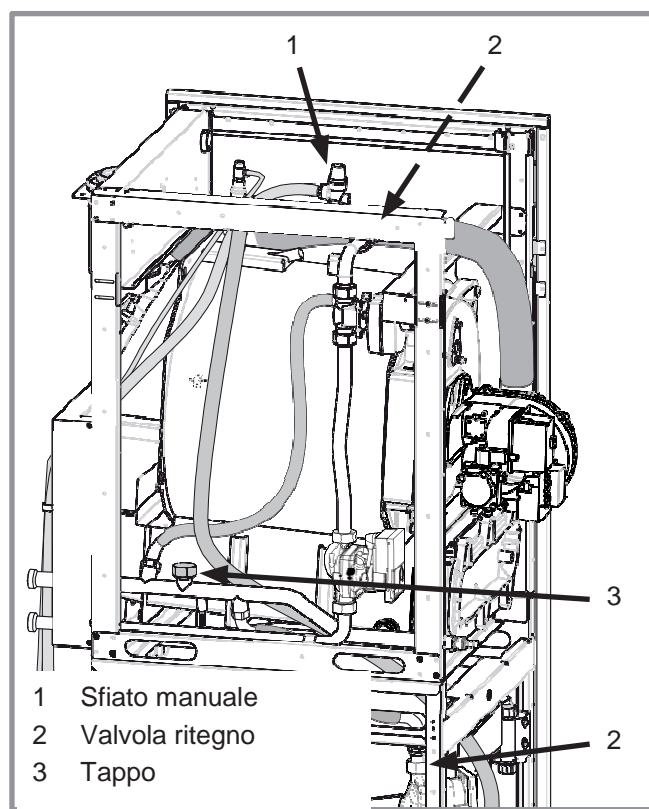
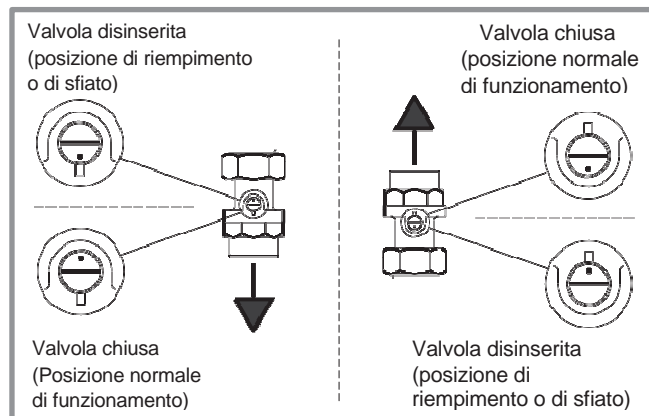

Figura 29 - Sfiato e valvole di ritegno
Figura 30 - Valvola di ritegno
- **Sbloccare la valvola di ritegno (figura 29 e figura 30).**
- **Se necessario, sfogare l'aria tramite il tappo sulla tubazione di ritorno "circuito 1" (rif. 3, figura 29).**
- Sfiato il corpo caldaia (rif. 1, figura 29)